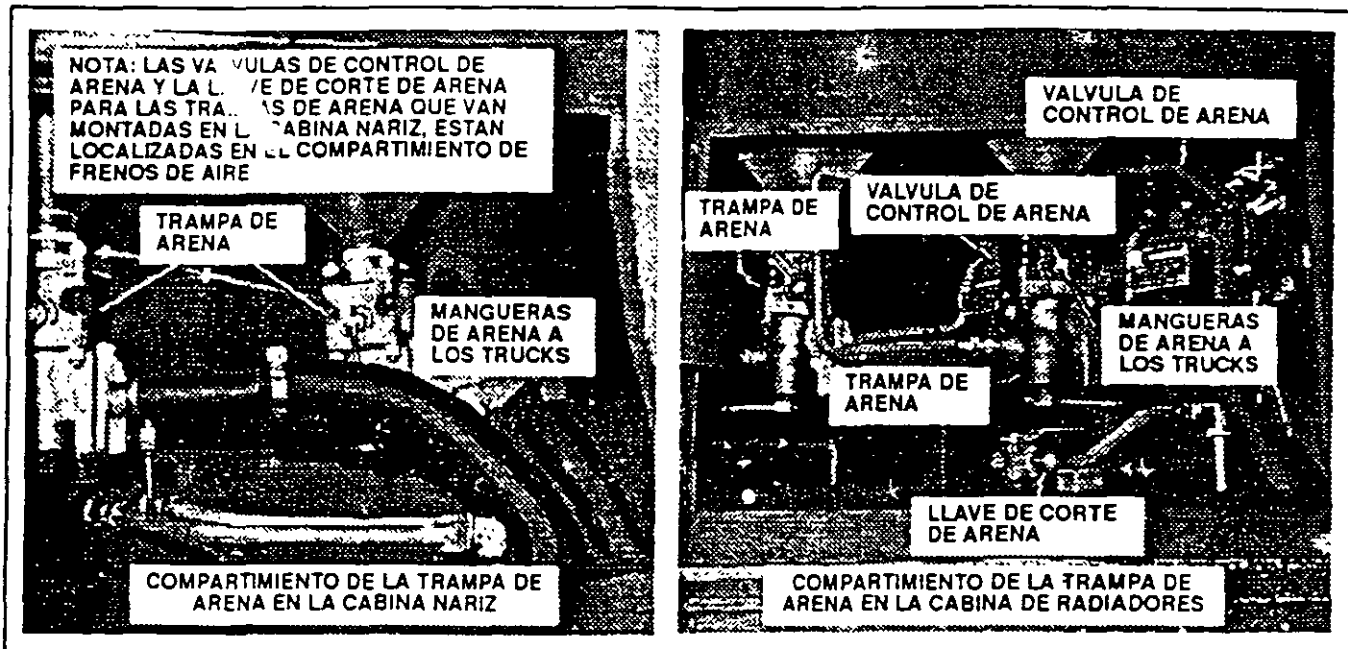

FIG. 1. COMPARTIMENTOS DE LAS TRAMPAS DE ARENA LOCALIZADOS ABAJO DE LOS ARENEROS EN LAS CABINAS NARIZ Y DE RADIADORES DE LA LOCOMOTORA. E-32876-S
Operación General (Fig. 1)
4. Las trampas de arena y las llaves de corte deben ser revisadas y limpiadas periódicamente. (Fig. 1).